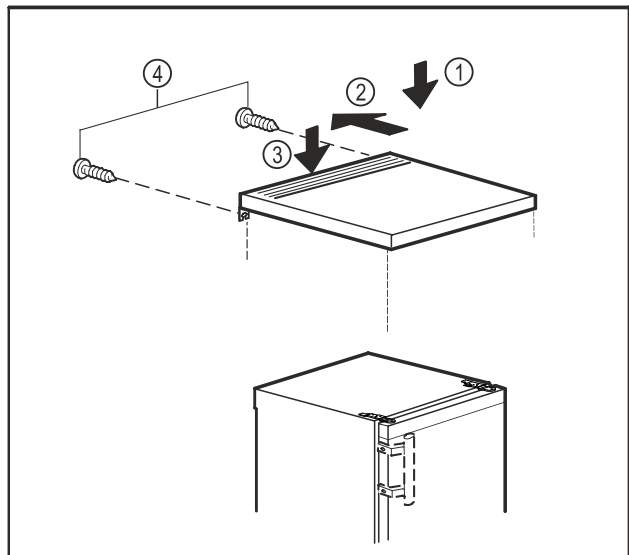

Fig. 11
- ▶ Položite stolnu ploču na uređaj. Fig. 11 (1)
- ▶ Pomaknite stolnu ploču prema natrag. Fig. 11 (2)
- ▶ Pritisnite stolnu ploču otraga prema dolje. Fig. 11 (3)
- ▶ Pritegnite vijke na stražnjoj strani. Fig. 11 (4)